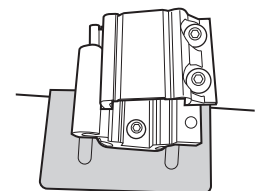

fig. 2
- Afloje los pernos hexagonales de la tapa. (fig.2)